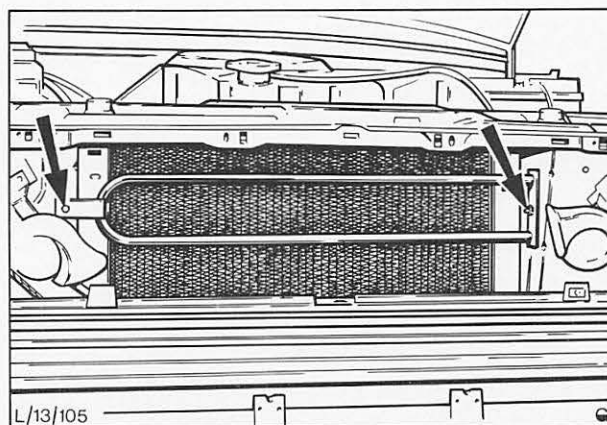

Abb. 68 Ölkühler – Lenkhilfe
5. Ölkühler wieder einbauen, Abb. 68 und mit zwei Schrauben und Scheiben befestigen.